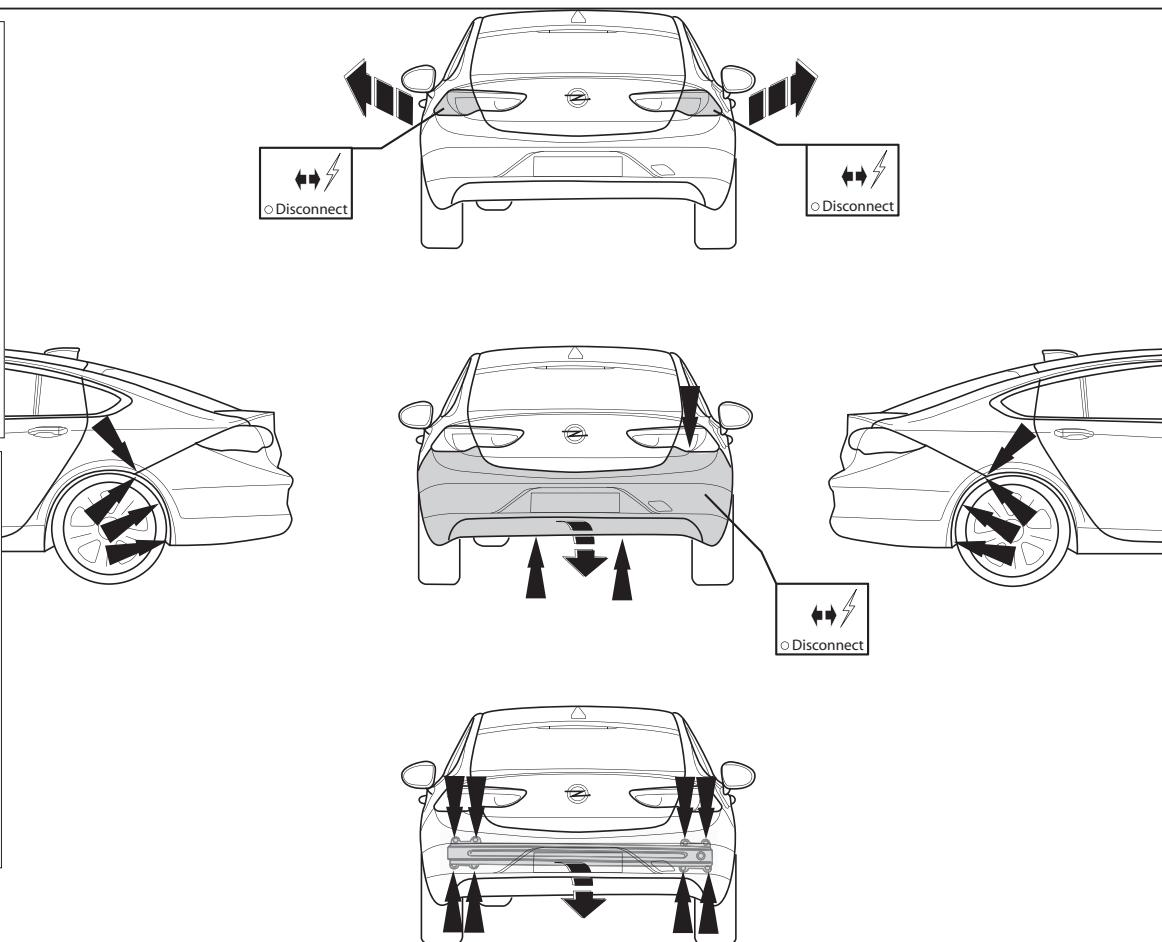

Fig. 1
2. Снять бампер вместе со стальным буферным бруском автомобиля буферный брус больше не понадобится. См. рисунок 1.